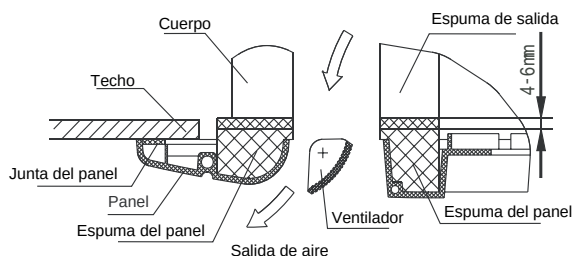

Fig.5-11
- Apriete los tornillos de los ganchos del panel, hasta que el espesor de la esponja entre el cuerpo y la salida del panel se haya reducido hasta 4 ~ 6 mm aproximadamente. El borde del panel también debe ponerse en contacto con el techo (Ver Fig. 5-11).